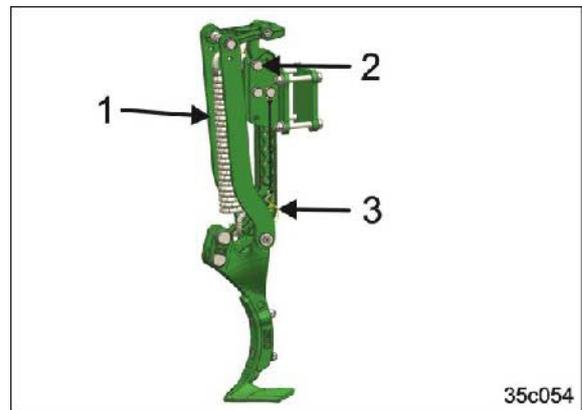

图 121
8. 在把手凹槽上将轮迹松土器装入支架中 (图 121/1)
9. 安装所有的定位销 (图 121/2)
10. 将定位销通过制轮楔固定 (图 121/3)